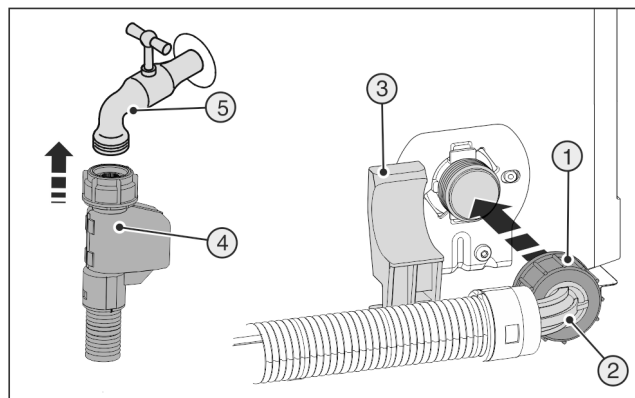

Fig. 22
- ▶ Прямой конец шланга Fig. 22 (4) подсоедините к запорному крану Fig. 22 (5).